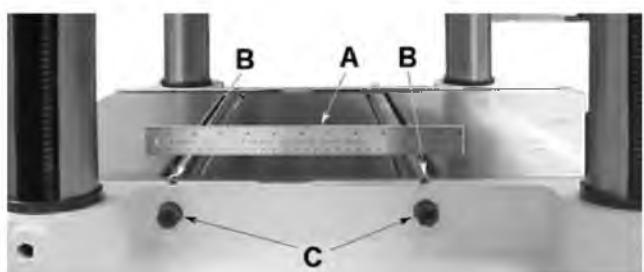

Рис. 16
Настройка роликов стола (см. рис. 16):
2. С левой или правой стороны положите стальную линейку или брусков на оба ролика (A, рис. 16).
3. С этой же стороны ослабьте винты (B) с помощью шестигранного ключа и поверните эксцентриковые валы (C) (с шестигранной головкой 12 мм) для поднятия или опускания роликов. Используйте щуп для измерения зазора между столом и поверочной линейкой (брюском).
4. После достижения требуемой высоты затяните винты (B).